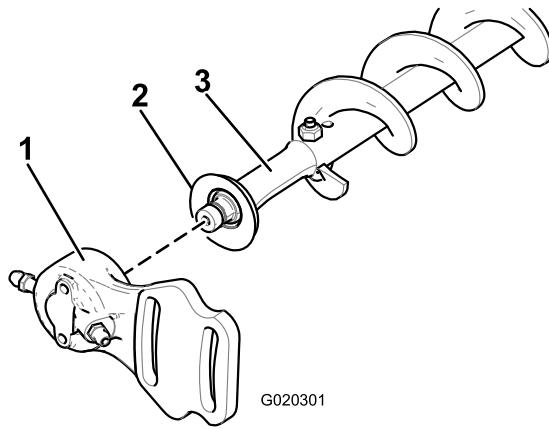

図 17
2. ブラシのシャフトから、非駆動側ベアリングハウジングとエクスクラーダシールを外す図 17。